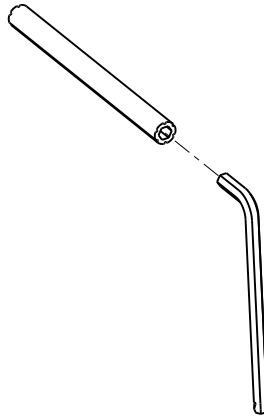

Figura 12 – Llave hexagonal y extensión de la herramienta de extracción
2. Retire la llave hexagonal y la extensión de la herramienta de extracción del conjunto de la cubierta central (Figura 12).